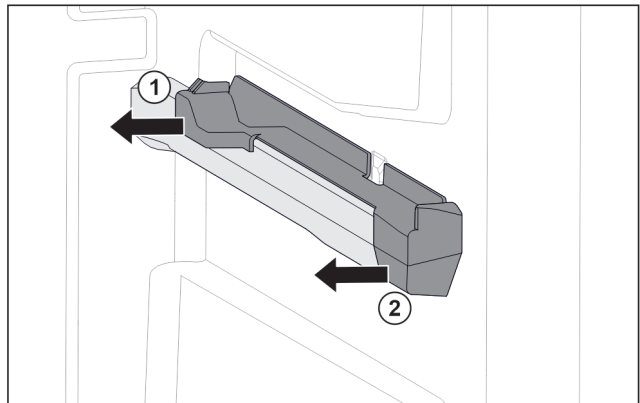

Fig. 125 Aufsteckteil auf der rechten Behälterrippe
- ▶ Aufsteckteil hinten zur Seite abziehen. Fig. 125 (1)
- ▶ Aufsteckteil vorne zur Seite abziehen. Fig. 125 (2)